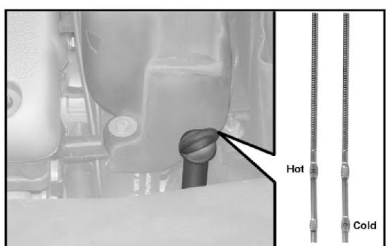

fig. 7
- Verifique o nível (fig. 7) de óleo somente com o câmbio em temperatura de funcionamento (**80° C**)
- Retire a vareta de verificação de nível, limpe-a com um pano limpo e recolque-a em sua sede. Retire-a novamente e verifique se o nível de óleo está dentro do limite da marca **HOT (H)**.